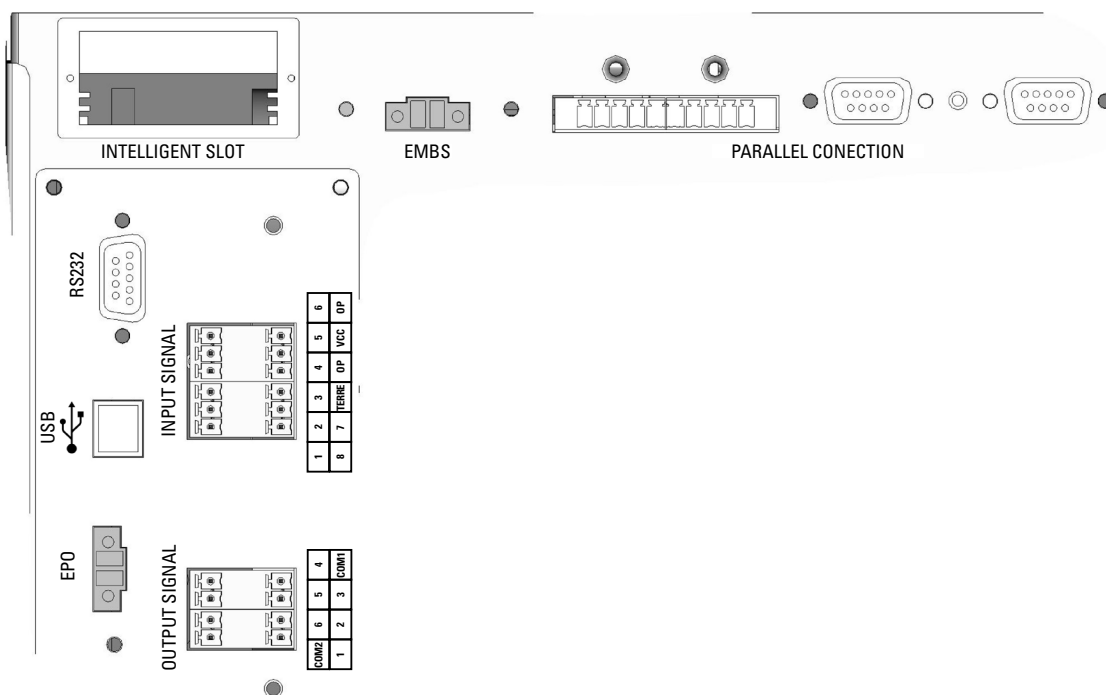

Fig. 13. Détail de l'interface externe et communications.
L'interface de l'équipement avec l'extérieur comprend différents signaux dédiés d'entrée et de sortie, et différents ports et logements de communication, comme l'illustre la Fig. 13 suivante :
- Ports parallèles (voir Parallel Connection Fig. 13)
Le commutateur de bypass manuel de l'équipement (05) dispose d'un microinterrupteur situé derrière son blocage mécanique. Ce contact normalement ouvert s'étend jusqu'à une réglette à deux terminaux (EMBS) située derrière l'équipement (voir Fig. 13 et Fig. 16) et est connecté en interne à la commande même de l'onduleur.
L'onduleur dispose de deux terminaux pour l'installation d'un bouton externe d'arrêt d'urgence de sortie (EPO) (Fig. 13).